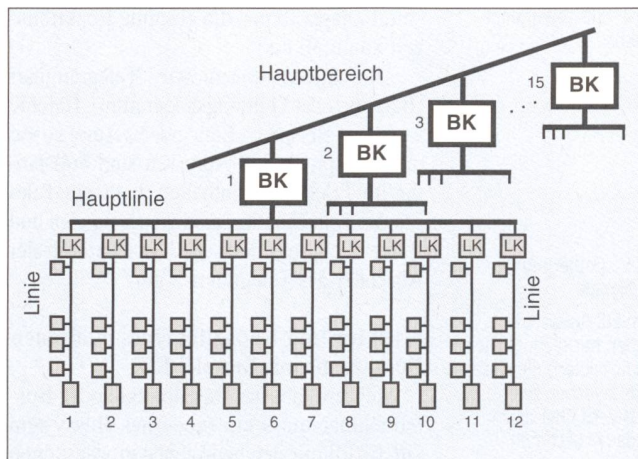

Bild 8 Struktur eines EIB-Bussystems
Zwölf Linien und eine Hauptlinie bilden einen Bereich. Bis zu 15 Bereiche lassen sich über Bereichskoppler (BK) zusammenfügen (Bild 8). Damit ist die maximale Systemkapazität erreicht. Die Gesamtkapazität an Busteilnehmern für das EIB-System beträgt demnach $64 \times 12 \times 15 = 11\,520$ Busteilnehmer. Die Bereichskoppler erfüllen die gleichen Aufgaben wie die Linienkoppler.